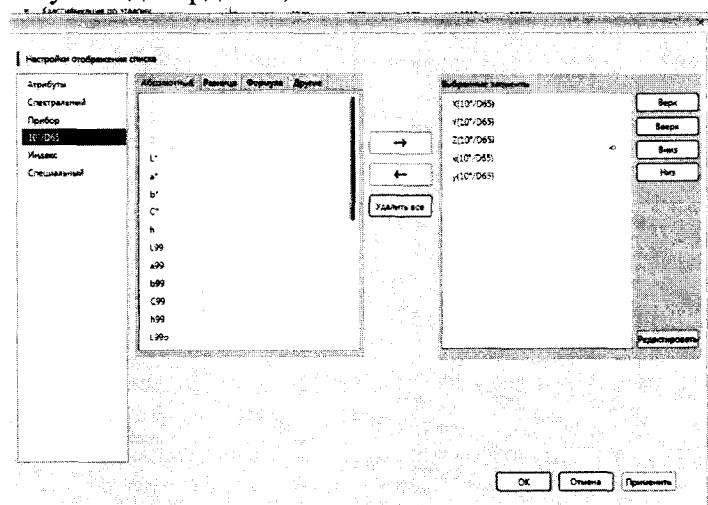

Рисунок 49
8.4.1.5.2 Настроить элементы из списка, для этого выберите пункт «Элементы списка» в меню «Данные». Появится диалоговое окно «Настройки данных», в котором пункт «Элементы списка» будет выбранной категорией. Нажмите кнопку «Удалить все», чтобы очистить окно «Выбранные элементы». Выберете пункт «2°/D65» в списке «Настройка отображения списка». Во вкладке «Абсолютный» нажмите на «X», затем на «→», повторите для «Y», «Z», «x», «у» (рисунок 49). После назначения всех необходимых элементов нажмите кнопку «Подтвердить», а затем «OK».